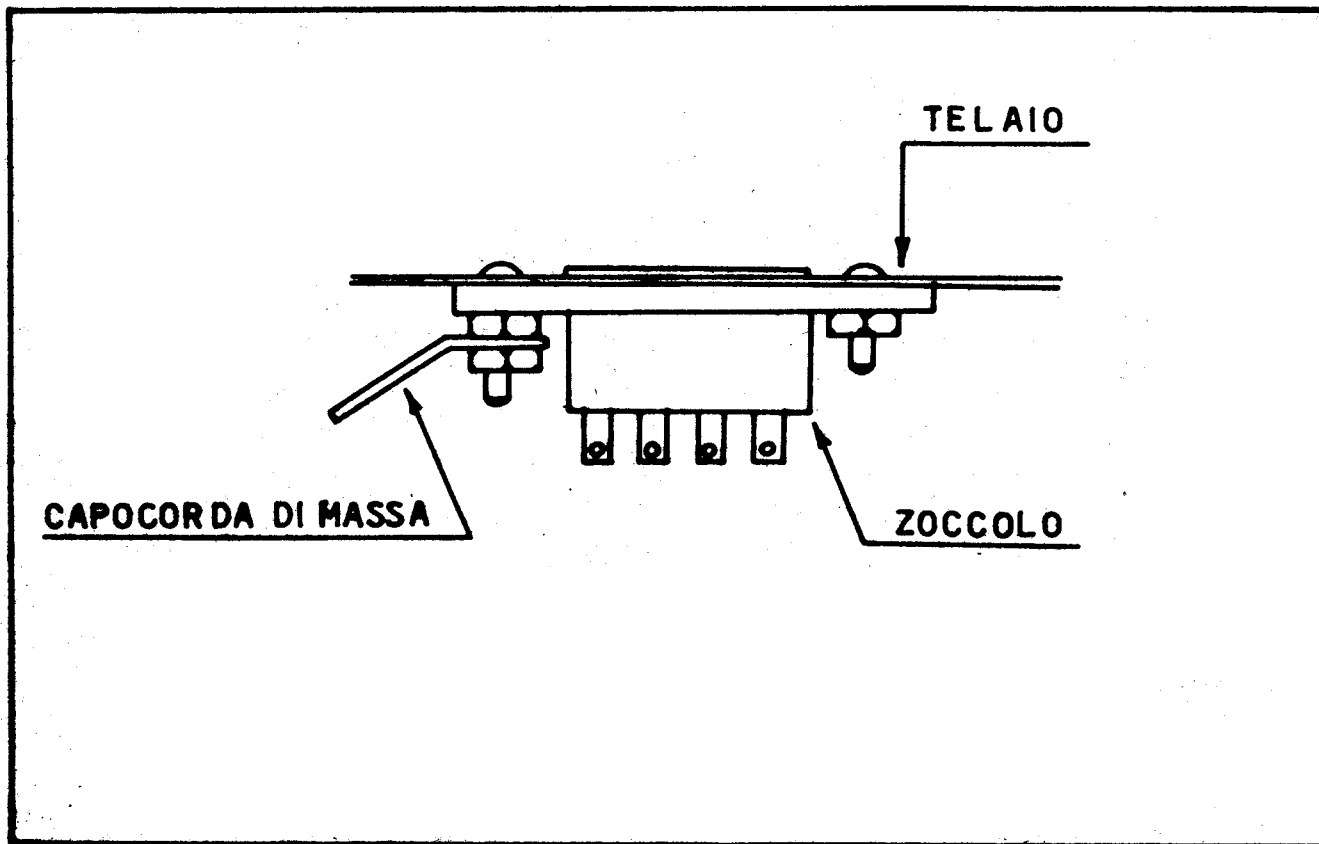

Fig. 2
- capicorda semplici di massa sotto la vite del cambio-tensione e sotto la vite dello zoccolo n.4 (fig.2) ;